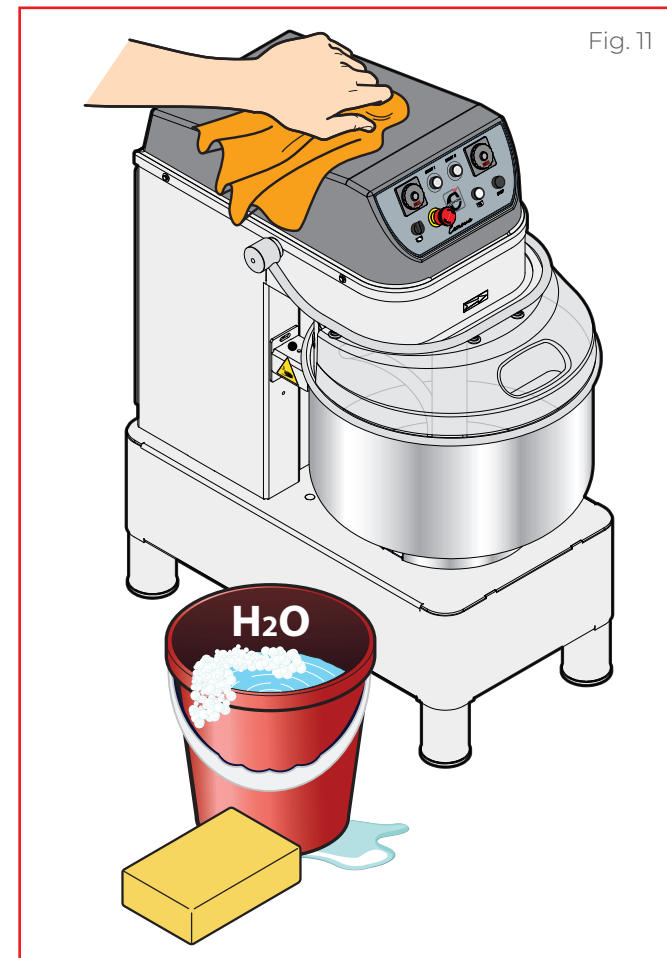

Fig. 11
- effectuez un nettoyage minutieux de l'appareil et des accessoires ► Fig. 11 ;